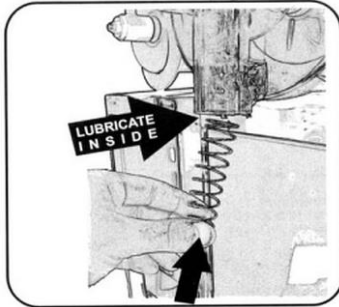
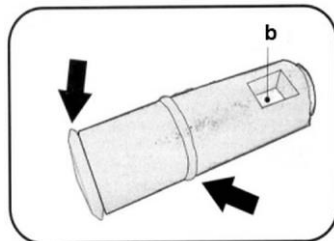

Fig. 38
Fig. 40
1. Innan du monterar avtappningskranens komponenter, fukta tätningarna på avtappningskranen (fig. 38) och packningarna (fig. 40) med vatten.
3. Se till att det lilla hålet (se bild 40) är rakt framför dig när du sätter in tappen på avtappningskranen.